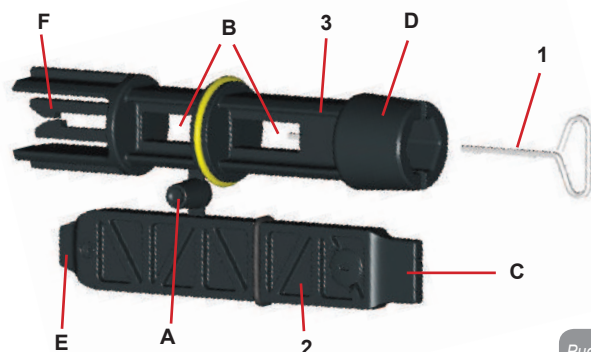

Рисунок 24
- 1 - металлический ключ с шестигранным сечением (Рис.24 – 1);
- 2 - пластиковый плоский ключ (Рис.24 – 2);
- 3 - пластиковый цилиндрический ключ (Рис.24 – 3);
Ключ “1” вставляется в конец “D” ключа “3”. При первом использовании нужно разделить 2 пластиковых ключа “2” и “3”, которые поставляются соединенными перемычкой (Рис.24 – A):